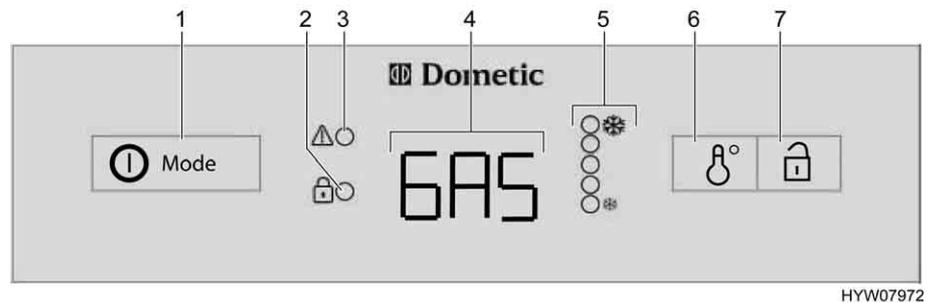

Fig. 194 Boutons de commande pour le réfrigérateur (Dometic Série 8 avec AES)
En cas de dysfonctionnement, l'indicateur DEL de dysfonctionnement "⚠" (Fig. 194,3) clignote.
Lorsque le mode automatique est sélectionné, qu'**aucune** tension 230 V n'est branchée et que le moteur du véhicule est à l'**arrêt**, l'AES choisira automatiquement l'alimentation en gaz. Dès que le fonctionnement au gaz est activé, la veilleuse de sécurité s'ouvre automatiquement, de sorte que le gaz peut arriver au brûleur. En même temps, l'allumage électronique est connecté. Si la flamme s'éteint, p. ex. en raison d'un courant d'air, l'allumage s'active automatiquement et rallume le gaz. En cas de dysfonctionnement du régime au gaz, le texte "GAS" clignote dans le voyant de contrôle (Fig. 194,4).
Lorsque le réfrigérateur est mis en marche, il choisit automatiquement la température moyenne du thermostat. Ce réglage peut cependant être corrigé manuellement à l'aide d'interrupteur réglage de la température (Fig. 194,6). Les indicateurs DEL (Fig. 194,5) indiquent le réglage du thermostat sélectionné. La température de réfrigération de tous les trois types d'énergie est réglée par le même interrupteur. Il faudra attendre quelques heures jusqu'à ce que le réfrigérateur ait atteint sa température normale de réfrigération. Il garde toutefois son réglage de température lorsqu'on change d'un mode à un autre. La température de réfrigération est maintenue indépendamment du type d'énergie choisi.
- Appuyer sur le commutateur/sélecteur de source d'énergie (Fig. 194,1) pendant 2 secondes pour mettre l'appareil en marche. Le dernier mode de fonctionnement sélectionné est indiqué dans le voyant de contrôle (Fig. 194,4).
- Choisir le type d'énergie à l'aide du commutateur/sélecteur de source d'énergie (Fig. 194,1).
- Régler la température de refroidissement sur l'interrupteur de réglage de la température (Fig. 194,6). Les indicateurs DEL (Fig. 194,5) indiquent le réglage du thermostat sélectionné.
- Appuyer pendant 2 secondes sur le commutateur/sélecteur de source d'énergie (Fig. 194,1). Tous les indicateurs s'éteignent.